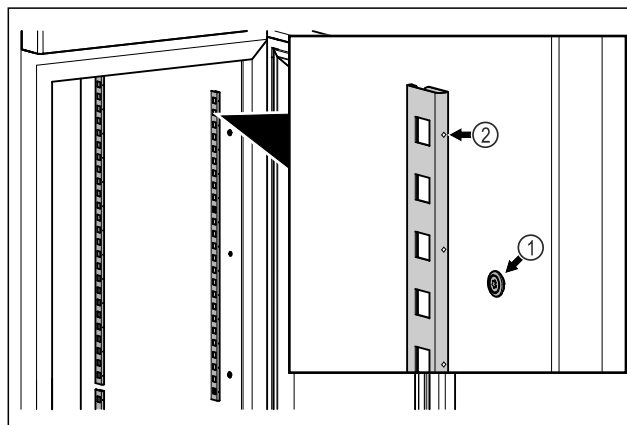

Fig. 15 Shembull ilustrues
- Futni shiritat e kapjes në vendin e varjes Fig. 15 (1). Shënimi Fig. 15 (2) duhet të jetë i drejtuar nga përpara.